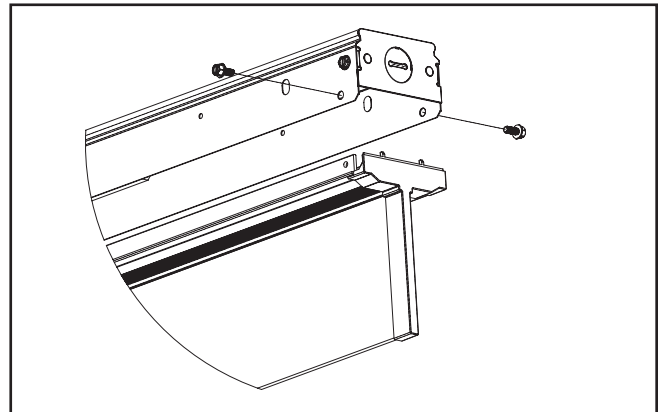

Figure 1.
2. Retirez la 4 vis tenue du puits de chaleur de le canal, Il y a 2 vis à chaque extrémité du luminaire (Figure 1). Accrochez l'assemblage du puits de chaleur à l'aide des longes.